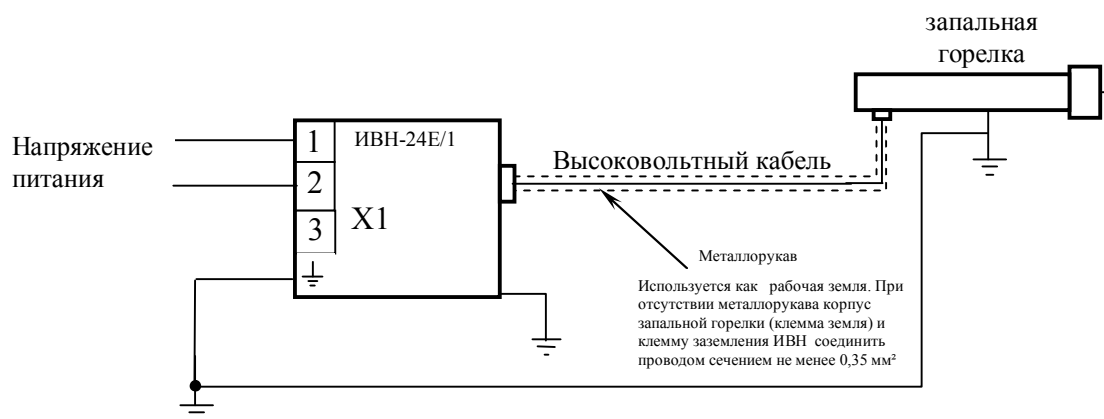

Рис. 2. Схема подключения ИВН-24Е/1.
5.3. Присоединить питающие провода (сечением не менее 0,35мм²) к разъему X1 согласно схеме подключения (рис. 2), корпус заземлить.